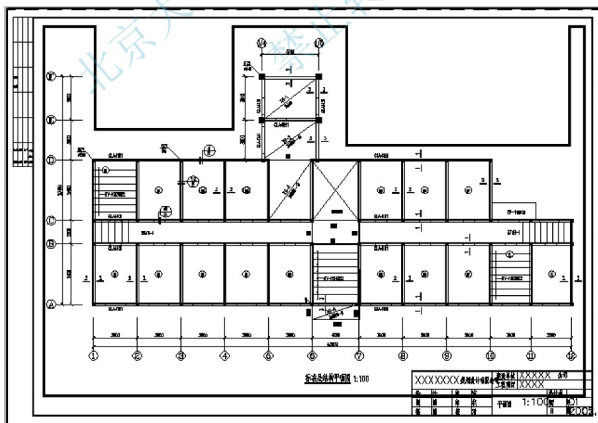

图 5.66 修整视口
③ 修整视口:用【视口】工具栏上的【裁剪现有视口】命令将上面建立的视口修整至图 5.66 所示的状态。